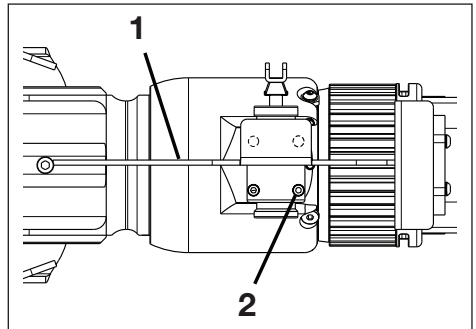

Abbildung 14, Distanzbügel (1) und Wegeventil-Schrauben (2)
Der Ölwechsel im Hydrauliktank des Schneidgeräts ist in den folgenden Schritten durchzuführen: Siehe Abbildungen 13A bis 13E und Abbildung 14:
10. Sobald das gesamte Öl abgelassen ist, entfernen Sie die drei Schrauben des Distanzbügels, und nehmen Sie den Distanzbügel von der Unterseite des Schneidgeräts. Siehe Abbildung 14.